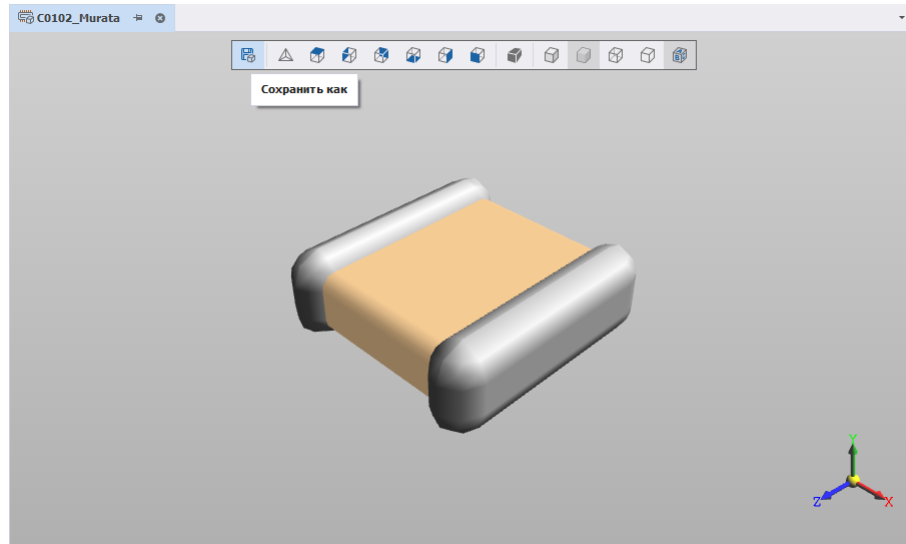

Рис. 92 Сохранение созданной 3D модели корпуса
4. Сохраните созданную модель, нажав «Сохранить как» или «Сохранить все» на панели инструментов окна редактора, см. Рис. 92. Возможные форматы сохранения модели: STEP, STL, C3D.